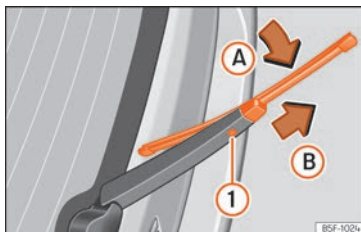

Fig. 44 Cambio de la escobilla de la luneta trasera.
- Rote la escobilla ligeramente »» fig. 44 (flecha A).
- Mantenga presionada la tecla de desbloqueo ① tirando de la escobilla en el sentido de la flecha B.
- Inserte en el brazo limpiacristales una escobilla nueva **de la misma longitud y tipo**, en sentido contrario a la flecha B hasta que encastre la tecla ①.